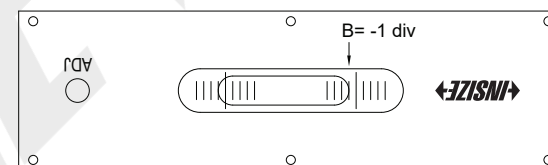

Fig.4
- d) Quando la bolla smette di muoversi, leggere B sulla scala (Fig.4).